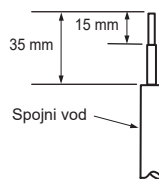

Fig. 1
- Odvodno crijevo treba biti usmjereno prema dolje radi lakog protoka odvoda. (Fig. 1)
- 1) Izrežite bakrenu cijev pravilno pomoću alata za rezanje cijevi. (Fig. 1, 2)